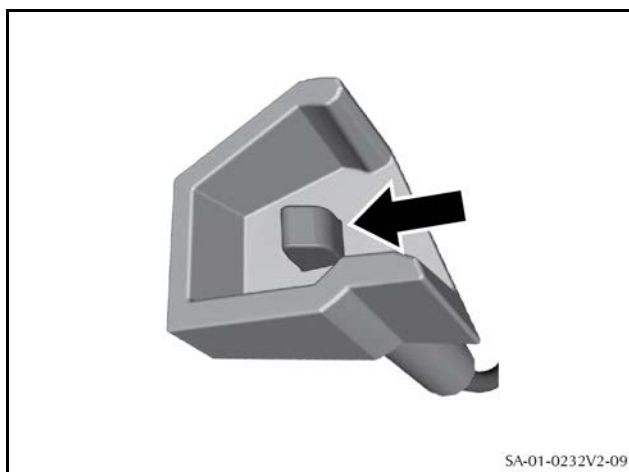

Figure 8
13. Vérifiez que les points d'attache sont dans le bon sens (voir Figure 8).